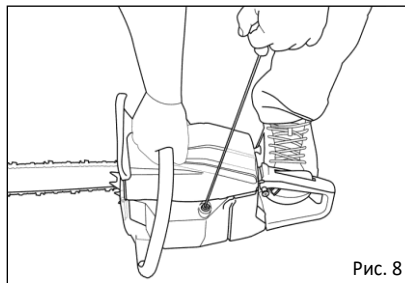

Рис. 8
3. Положите пилу на землю плашмя так, чтобы она была в устойчивом положении и тяните на себя ручку шнура зажигания до тех пор, пока двигатель не начнет вращаться (у двигателя появляются признаки запуска) (Рис. 8).
- Потяните на себя ручку шнура зажигания до тех пор, пока двигатель не запустится (Рис. 8). НЕ ИСПОЛЬЗУЙТЕ ДРОССЕЛЬ!